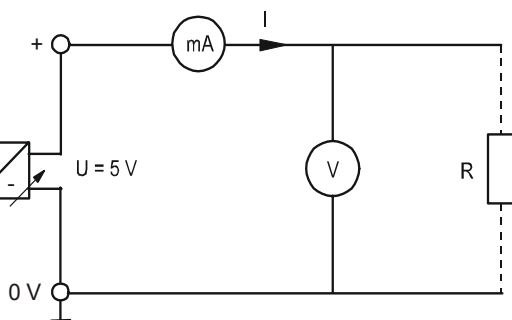
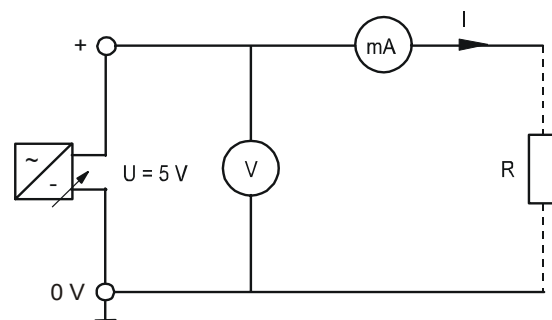

Abb. 3.2.1 Stromfehlerschaltung
Abb. 3.2.2 Spannungsfehlerschaltung
Zum Messen des Stroms in einer Schaltung wird der Strommesser stets in Reihe zum Verbraucher geschaltet. Spannungsmessungen erfolgen dagegen durch Parallelschalten eines Spannungsmessers zum Verbraucher. Sollen Spannung und Strom gleichzeitig in einer Schaltung gemessen werden, so ist darauf zu achten, dass bei hochohmigen Verbrauchern die Spannungsfehlerschaltung (Abb. 3.2.2) und bei niederohmigen Verbrauchern die Stromfehlerschaltung (Abb. 3.2.1) zur Anwendung kommt.
- Es ist die Stromfehlerschaltung nach Abb. 3.2.1 aufzubauen und bei einer konstanten Eingangsspannung
- Die Messungen sind an der Spannungsfehlerschaltung in Abb. 3.2.2 zu wiederholen.